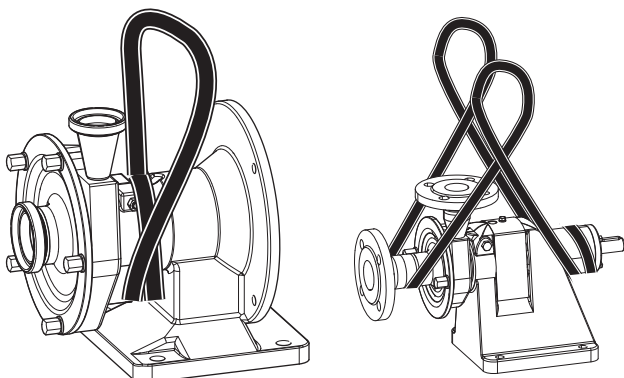

Abb. 53 Transport mit Kran
1. Rundschlinge zwei Mal um den Laternenhals legen (siehe Abb. 53 „Transport mit Kran“).
1. Rundschlinge zwei Mal um das hintere Ende des Lagerbockes legen (siehe Abb. 53 „Transport mit Kran“).